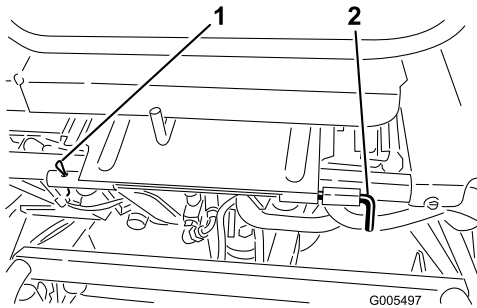

Figura 26
3. Baje el asiento y retire el pasador cilíndrico que fija la varilla de pivote del asiento al bastidor (Figura 26).